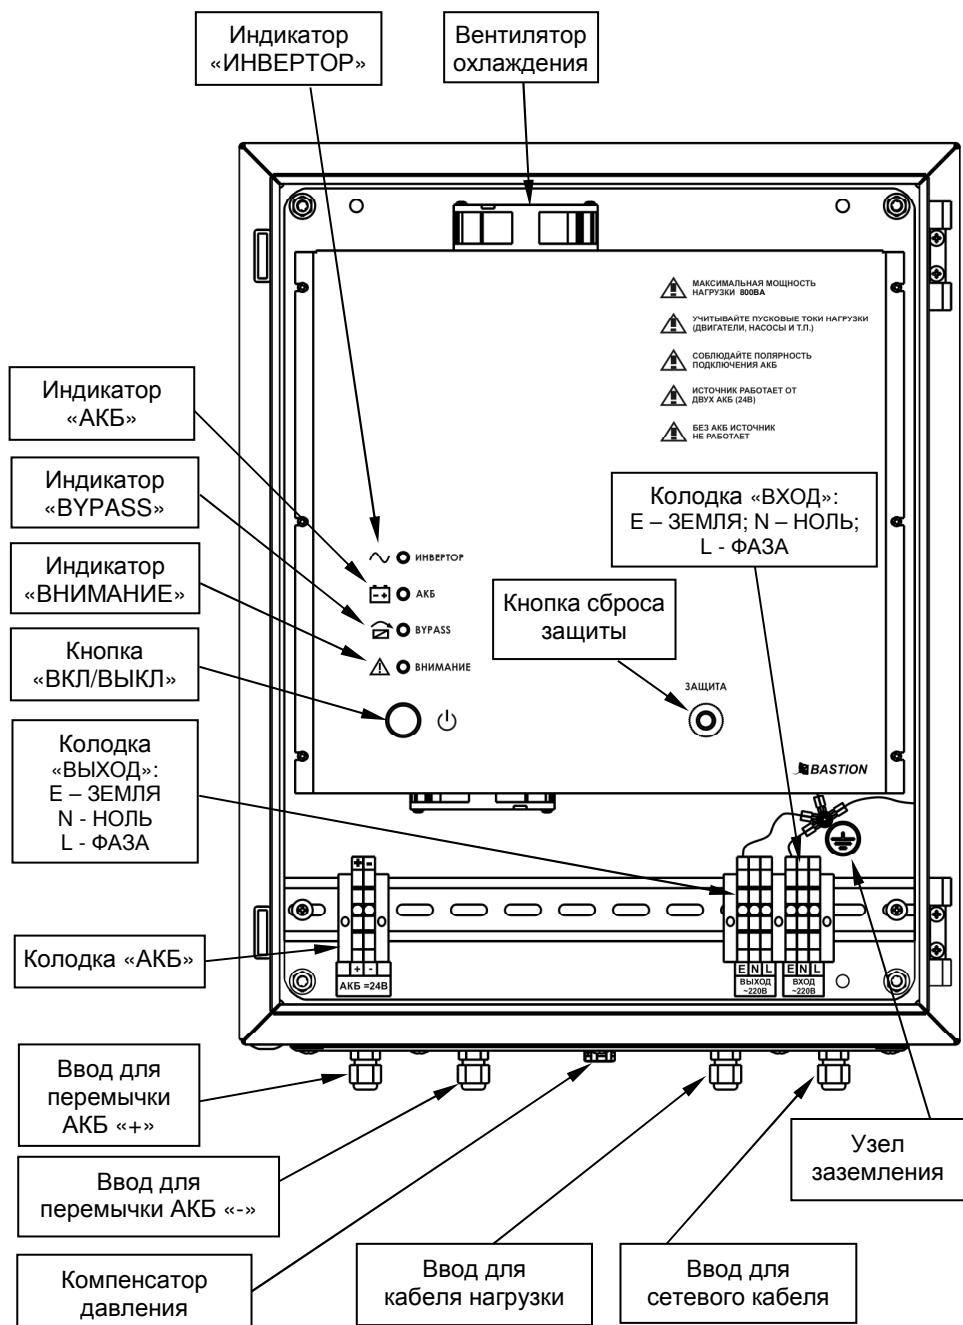

Рисунок 2 - Вид изделия с открытой дверцей.
Установите кабельные вводы и компенсатор давления (входят в комплект поставки) в предусмотренные для них отверстия на нижней стенке корпуса изделия (см. рисунок 2).
Подключение внешних цепей к изделию выполняется через соответствующие кабельные вводы в соответствии с назначением клемм подключения (см. рисунок 2). Перед проведением электромонтажа, многожильные провода рекомендуется окончить втулочными наконечниками (наконечники входят в комплект поставки).
- Подключите к изделию, соблюдая полярность, провода для подключения внешней АКБ (см. рисунок 2).
- Зафиксируйте подведенные к изделию провода и кабели в соответствующих герметичных кабельных вводах (см. рисунок 2).
- После самотестирования изделие перейдет в режим «ОСНОВНОЙ», включится индикатор «ИНВЕРТОР» (см. рисунок 2).
Отключить сетевое напряжение. Изделие должно автоматически выполнить переход на резервное питание нагрузок от АКБ. Индикатор «ИНВЕРТОР» останется включенным, дополнительно включится индикатор «АКБ» и один раз в 4 секунды будет вспыхивать индикатор «ВНИМАНИЕ» (см. рисунок 2).
Включить изделие, нажав и удержив около секунды кнопку «ВКЛ/ВЫКЛ». Изделие выполнит те же действия, что и при работе от сети, за исключением того, что питание нагрузок осуществляется от АКБ. Изделие сразу перейдет в режим «РЕЗЕРВ», индикаторы «ИНВЕРТОР» и «АКБ» включатся (см. рисунок 2).